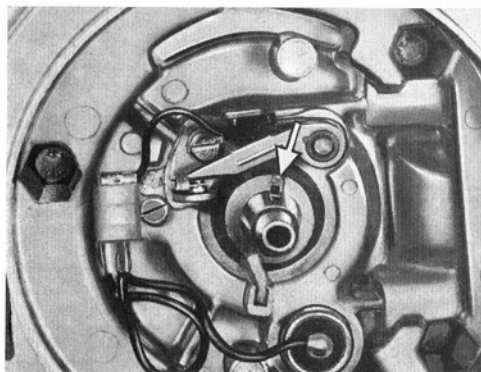

Bild 33
**Achtung:** Kleiner Pfeil auf der Stirnseite des Nockens muß in Drehrichtung des Motors (rechts) zeigen! Einsetzen des Unterbrechers und des Schmierfilzes (Bild 33).